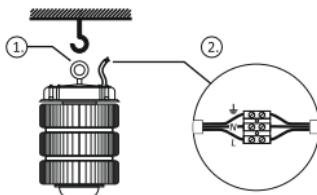

Рисунок 2 – Подключение и установка
- 5.4. Установите рым-болт путем вкручивания в светильник Geniled до упора. Подвесьте светильник (см. рисунок 2, а, 1).
- 5.5. Подсоедините провода питания к клемме светильника Geniled (см. рисунок 2, а, 2). При подключении необходимо соблюдать полярность.